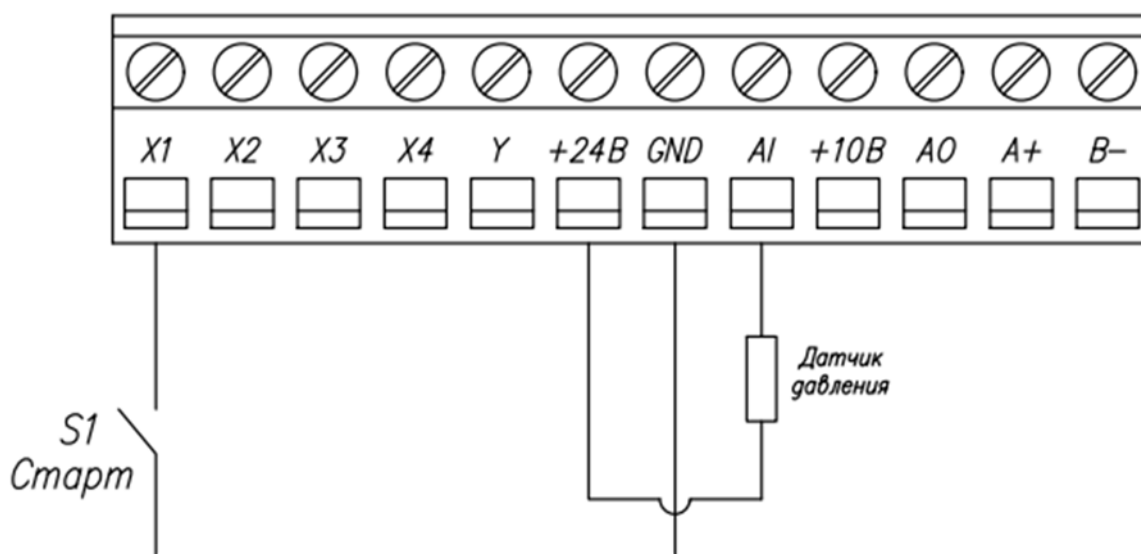

Рисунок 1. Схема подключения датчика давления к ПЧВ (используется встроенный источник питания)
- С использованием внутреннего источника питания (Рис. 1).